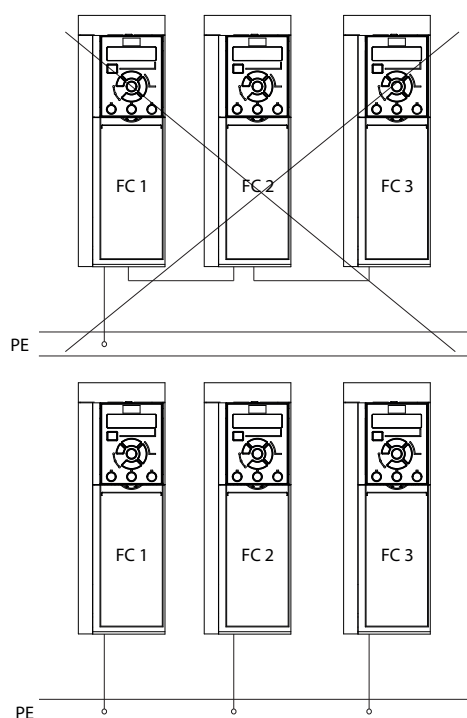

图 4.1 接地原理
- 请勿以“菊花链”方式将一台变频器的地线连接至另一变频器的地线上（请参阅 图 4.1）。